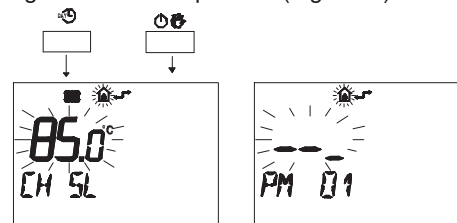

Fig. 5.56
- Pulse simultáneamente los botones y para entrar en la modalidad de programación transparente (Fig. 5.56).